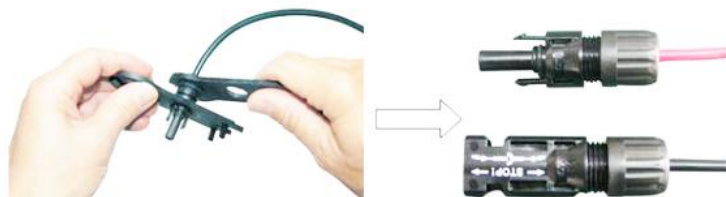

图 3.13
- 如图 3.13 所示，拧紧防松紧锁母，完成装配。紧固扭矩力 $2.6\sim 2.9\text{ N}\cdot\text{m}$ 。